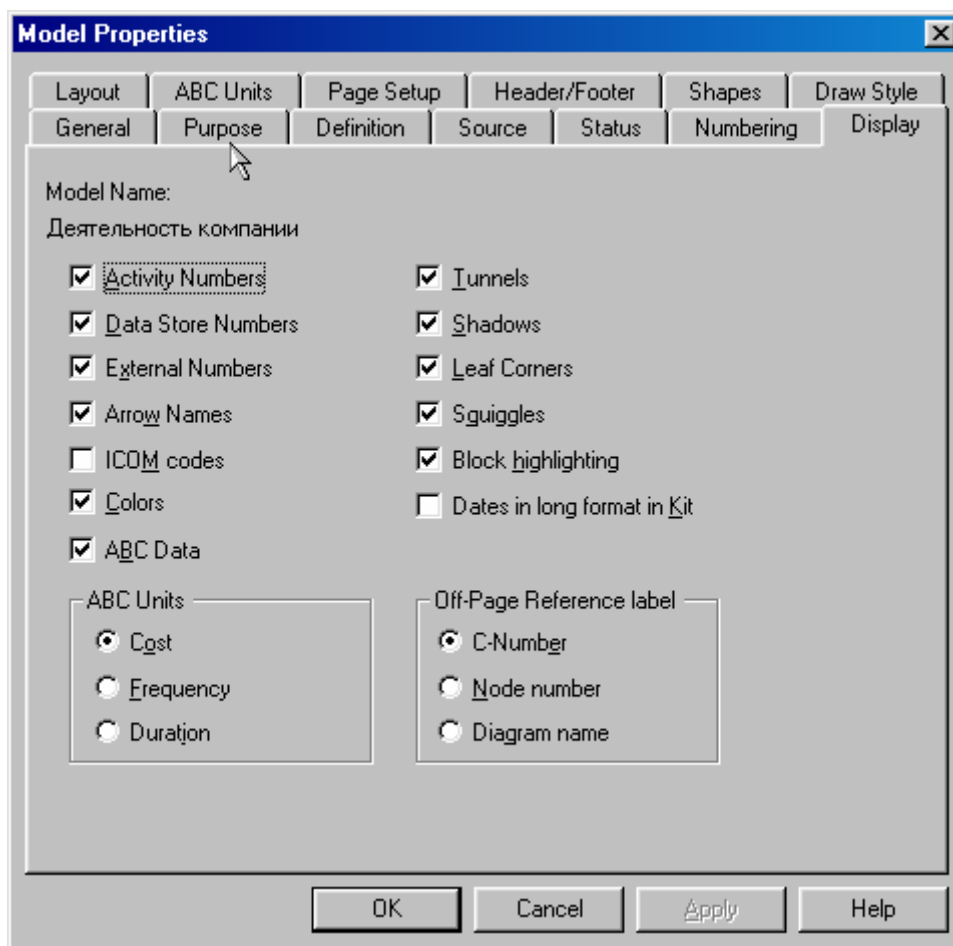

Рисунок 10.5 – Вкладка *Display* диалога *Model Properties*
4. Для отображения стоимости каждой работы в нижнем левом углу прямоугольника перейдите в меню *Model/Model Properties* и во вкладке *Display* диалога *Model Properties* включите опцию *ABC Data* (рисунок 10.5).